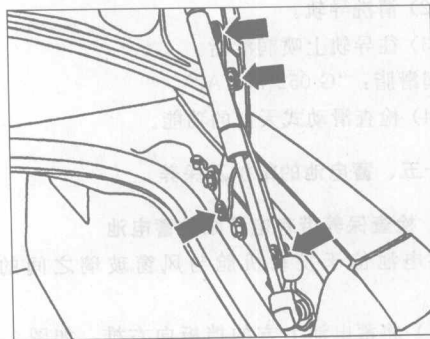

图 1-8 润滑行李舱盖铰链
(1) 打开行李舱盖。
(2) 如果行李舱盖左、右铰链有盖板, 拆下盖板。
(3) 润滑两个行李箱舱盖铰链左、右相应的四个铰节, 如图 1-8 箭头所示。